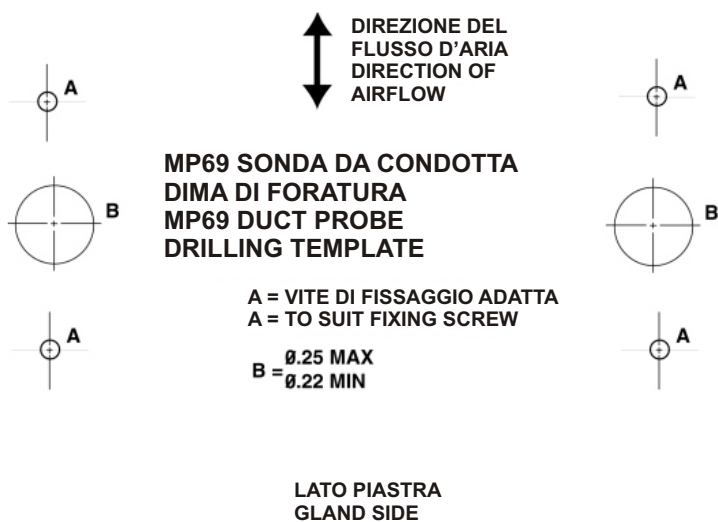

FIG. 1 Dima di foratura (non in scala)
- Attaccare la dima di foratura del dispositivo sonda da condotta (vedere Fig.1) sulla canalizzazione, o sulla piastra, con i due fori 'B' della sonda allineati con il flusso d'aria.
- Praticare i fori di montaggio ed i fori della sonda come visibile nelle Fig. 1 e 2.